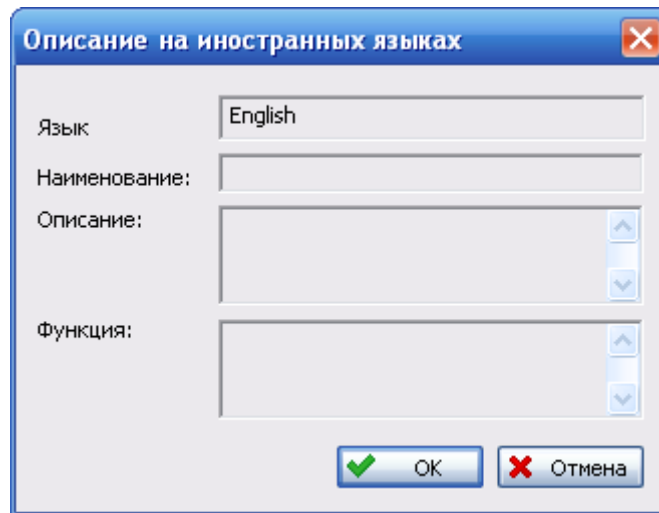

Рис. 4-22. Внешний вид диалогового окна «Описание на иностранных языках» для корневого элемента ЛСИ
5. Для ввода наименования, описания элемента ЛСИ и описания функции, выполняемой элементом ЛСИ, на иностранном языке нажмите на кнопку **Описание на иностранном языке**. Введите данные в появившемся окне **Описание на иностранных языках** и нажмите на кнопку **ОК** (рис. 4-22). Для корневого элемента ЛСИ при работе в LSS2 все поля автоматически заполняются данными, введенными для элемента ЛСИ-системы.